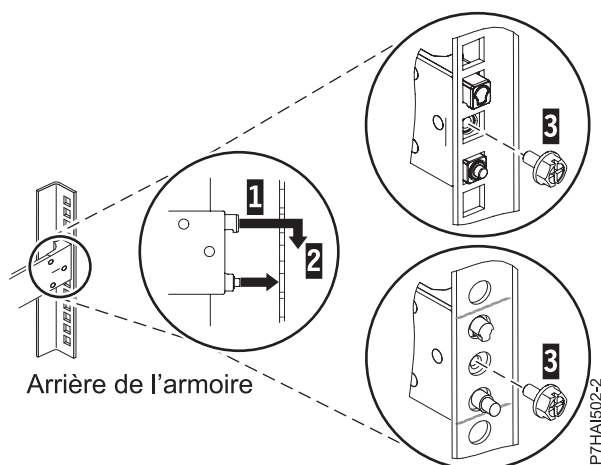

Figure 20. Alignement et fixation des broches dans les trous situés à l'arrière de l'armoire
3. Alignez les deux broches situées à l'arrière de la glissière, sur les trous supérieur et inférieur précédemment marqués de l'unité EIA sélectionnée. Tirez la glissière vers vous et insérez les deux broches dans les deux trous de l'armoire (1) et abaissez la glissière (2) pour engager le crochet sur la broche. Pour plus de détails, voir figure 20, à la page 23. Avant de passer à l'étape suivante, vérifiez que les deux broches traversent les trous de l'armoire.